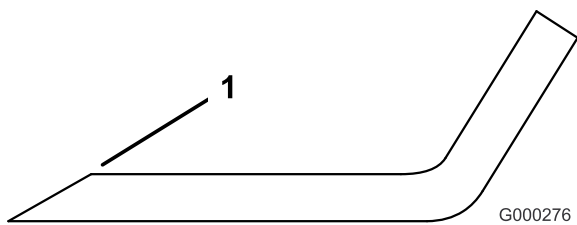

Figura 49
- Utilice una lima para afilar el filo de corte en ambos extremos de la cuchilla (Figura 49). Mantenga el ángulo original. La cuchilla permanece equilibrada si se retira la misma cantidad de material de ambos bordes de corte.